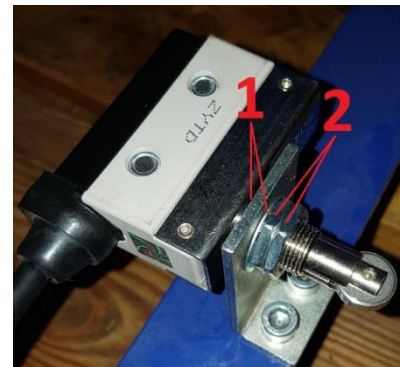

Fig. 9
1. Verwijder de moeren en ringen (1+2, fig.9) van de limietschakelaar.
2. Plaats nu een ring (1, fig.9) over de draad van de limietschakelaar en plaats de limietschakelaar vervolgens door het gat.
3. Plaats vervolgens de andere ring (1, fig.9) over de draad en zet de limietschakelaar vervolgens vast met de twee moeren (2).